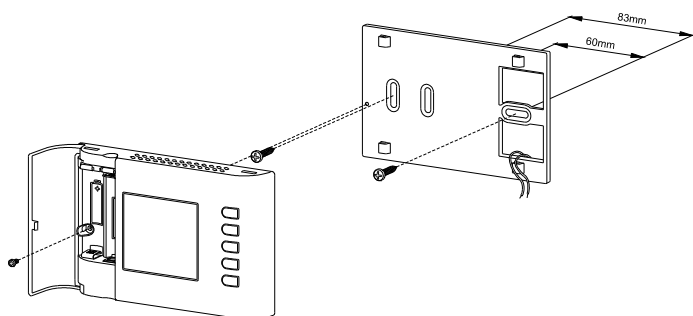
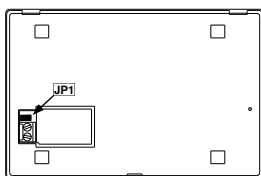
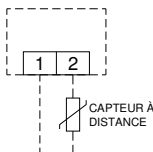

Fig. 2
Fig. 4
Fig. 5
4. Effectuer le branchement électrique de l'éventuelle sonde à distance, en faisant passer les fils à travers l'ouverture rectangulaire de la plaque murale (Fig. 2), en suivant le schéma de branchement de la Fig. 5. Lire le paragraphe 'CONFIGURATION DE L'INSTALLATEUR' pour l'enlèvement éventuel du fil de raccordement JP1 (Fig. 4).